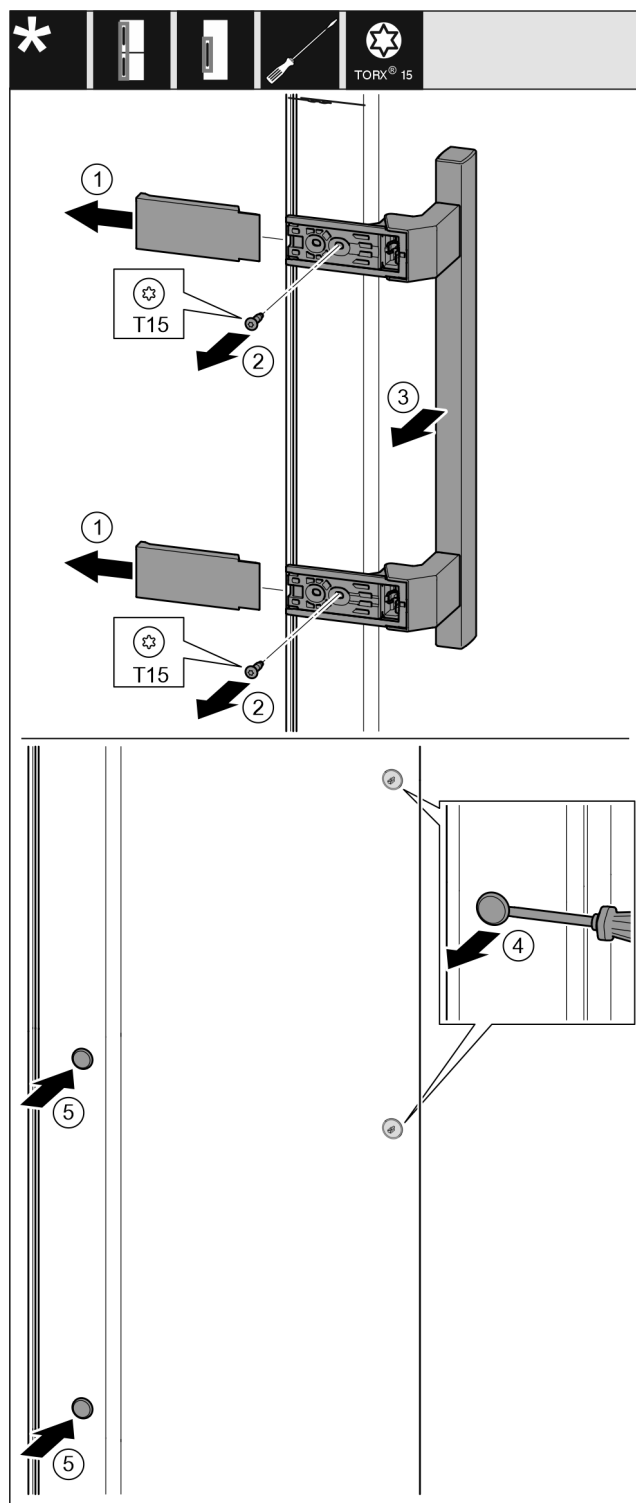

Fig. 16
- ▶ Húzza le a fedelet. Fig. 16 (1)
- ▶ Csavarja ki a csavarokat a Torx 15 csavarhúzóval. Fig. 16 (2)
- ▶ Vegye le a fogantyút. Fig. 16 (3)
- ▶ Óvatosan emelje meg az oldalsó dugókat egy lapos csavarhúzóval, és húzza ki őket. Fig. 16 (4)
- ▶ Helyezze be a dugókat a másik oldalon. Fig. 16 (5)